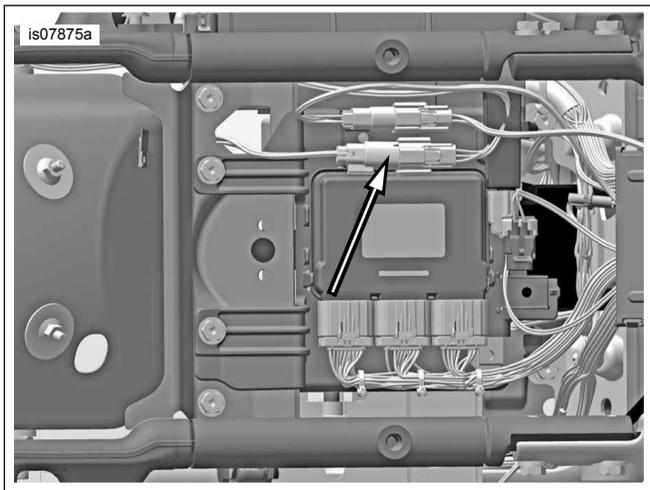

Figure 4. Séparez le connecteur d'éclairage arrière [7]
18. **Modèles 2010 à 2013** : Raccordez le connecteur du faisceau de fils du cadre de la plaque d'immatriculation incurvé au connecteur à capuchon [4] accessoire P&A Deutsch à quatre voies. Ce connecteur est situé sous la selle, en face du module de commande électronique (ECM). Si le connecteur accessoire P&A est déjà en cours d'utilisation, un faisceau accessoire double (no de pièce 70264-94) est disponible auprès d'un concessionnaire Harley-Davidson. **Modèles 2014 et ultérieurs** : Dans le kit, prenez le faisceau en Y (11) du feu de la plaque d'immatriculation.
- a. Consultez Figure 4 . Séparez le connecteur [7] d'éclairage arrière Molex noir à six voies sur le boîtier du module de commande électronique (ECM).